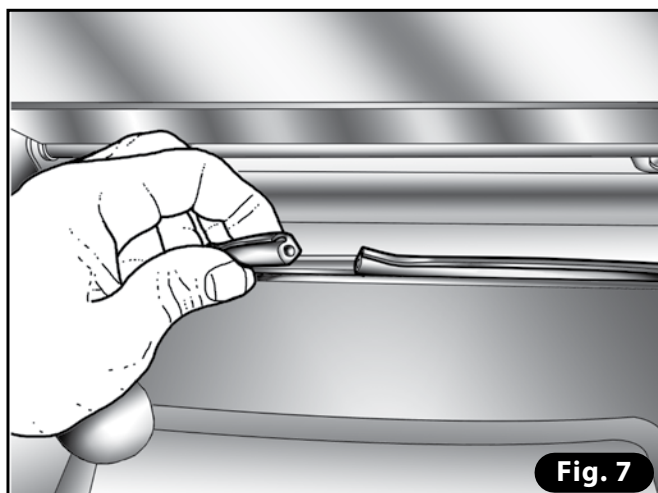

Fig. 7
- Empujar la barra de soldadura en el soporte (**Fig. 7**).
- 3) Introducir la nueva guarnición presionándola hasta el fondo de la ranura, cortarla a medida con el cúter (**Fig. 7**).